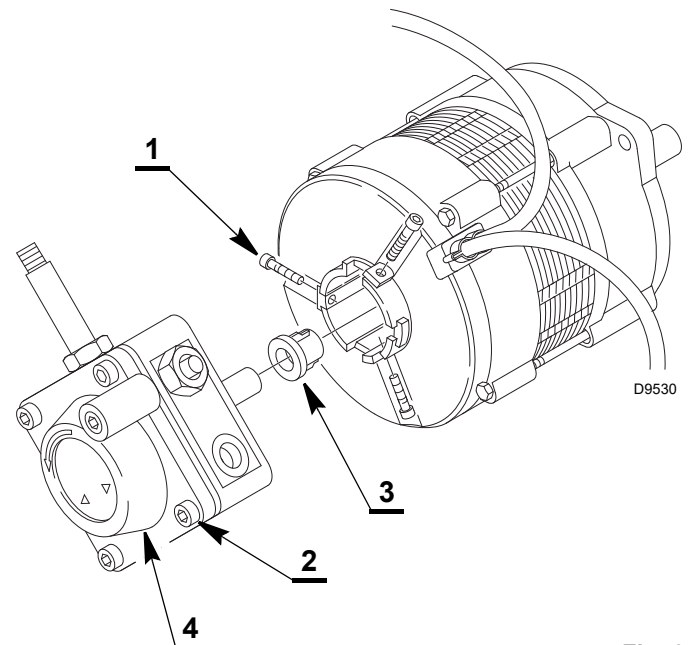

Fig. 6
- bloquear la bomba enroscando uniformemente los 3 tornillos 1) (Fig. 6), con un par de torsión aconsejado de 3 ± 0,3 Nm.
- aflojar y quitar los 4 tornillos de fijación 2) (Fig. 6) de la tapa 4) y controlar las condiciones del filtro de combustible. Si hay indicios de suciedad sobre la superficie interna del cuerpo de la bomba, sobre la tapa o sobre el filtro, es probable que el depósito de combustible y las tuberías correspondientes estén contaminadas. Por consiguiente, es necesario realizar acciones correctivas (limpieza).